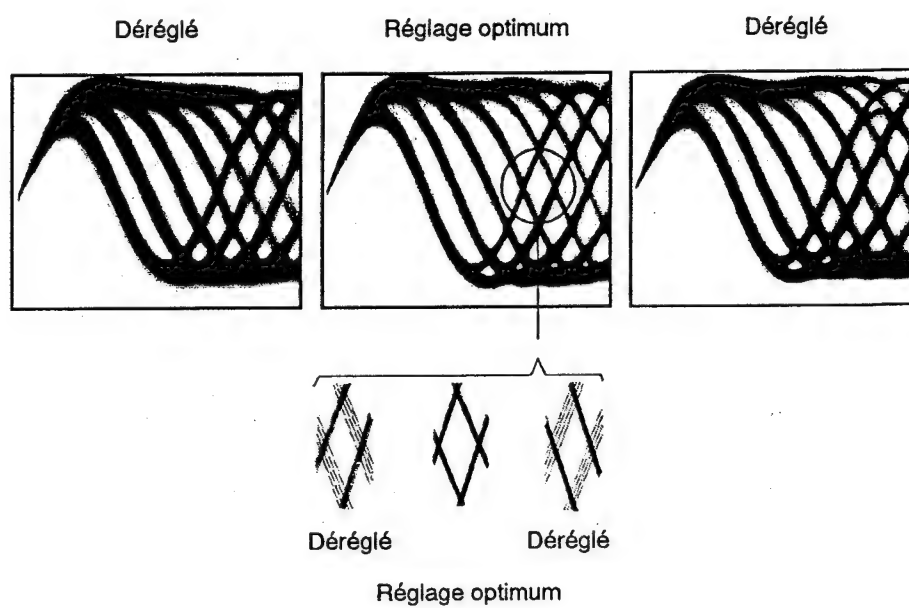

Figure 5 Motif en oeil
3. Ensuite, ajuster la vis d'inclinaison tangentielle à l'aide un tournevis Phillips, de façon que le motif en oeil (c'est-à-dire, le diamant au centre du signal RF) soit le plus clairement visible (Figure 5).